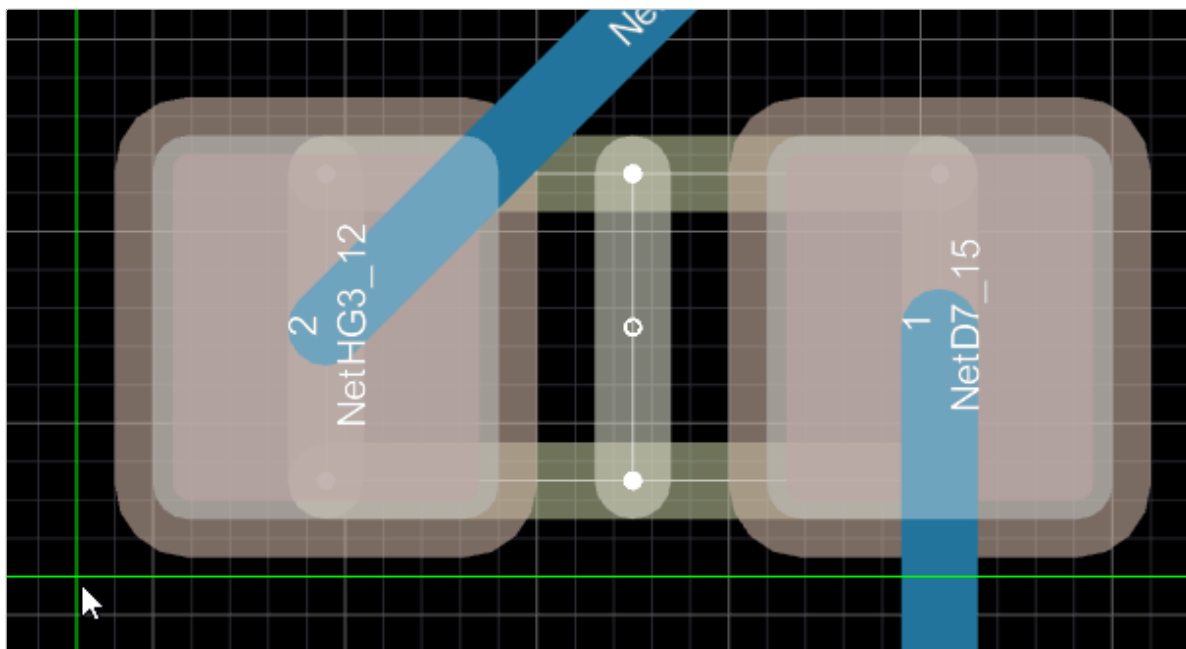

Рисунок 127. Выбор базовой точки при перемещении
- 4) Нажать сочетание клавиш **Ctrl** + **V** или вызвать команду меню *Редактирование* → *Вставить*. Скопированные объекты будут привязаны к курсору мыши относительно выбранной базовой точки (см. рисунок 127).